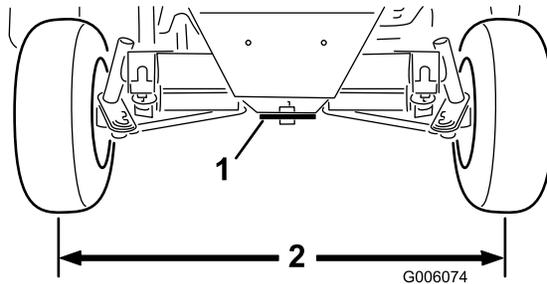

図 67
2. 右タイヤの中心線からと左タイヤの中心線までの距離が、タイヤの前後で等しくなるように、タイロッドを回して調整する 図 67。